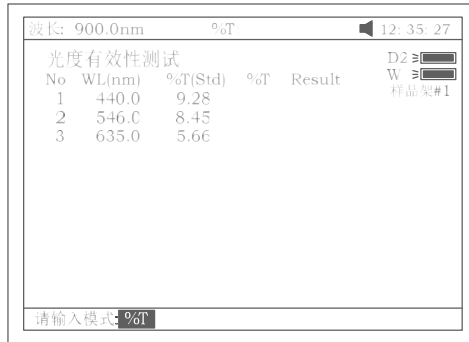

图 92
c. 按【F2】键可选择测试模式(吸光度或透过率), 图 92.